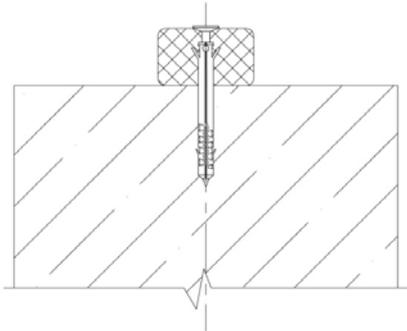

Рисунок 3
- Кріплення виконується дюбелями з кроком 250-300мм(Рисунок 3)